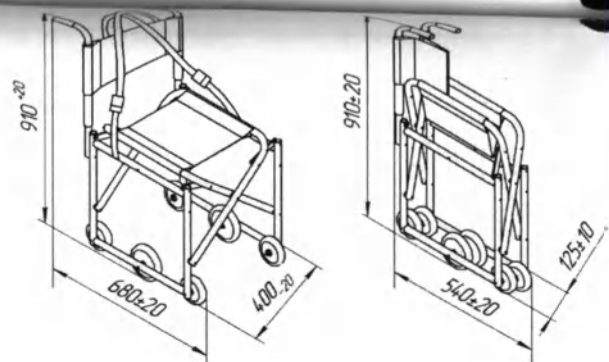

Рис.1 Тележка кресельная ТВК- ММ мод. 1278
2.2. Габаритные размеры, мм, не более	см. рис. 1.